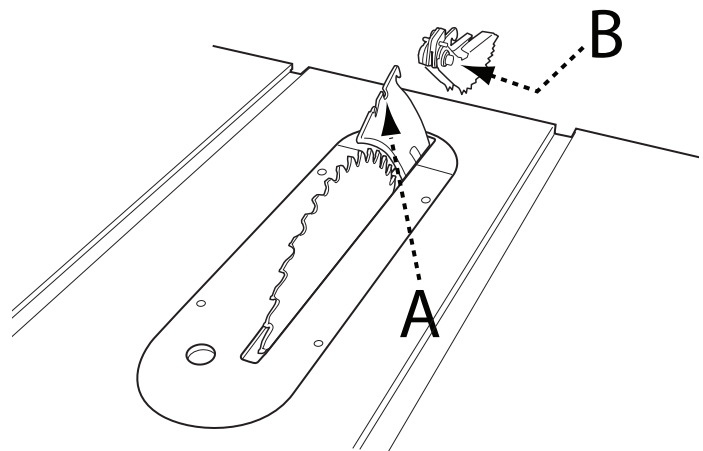

FIGURA 9
2. El separador viene instalado en la posición inferior para corte sin traspaso. Para sujetar los ensambles de trinquetes anti contragolpe y guarda para hoja, el separador debe estar en la posición elevada como se muestra en la Figura 9. Para elevar y bajar el separador, consulte la sección de ajustes de altura del separador en la página 81.
1. Consulte la Figura 9 y ubique la ranura de montaje de los trinquetes anti contragolpe (A) en medio del borde superior del separador.
2. Deslice la ranura situada en medio del ensamble de los trinquetes anti contragolpe por la parte superior del separador hasta que el vástago (B) encuentre la ranura central en el separador.
3. Empuje el vástago en el ensamble de trinquetes anti contragolpe (B) para dejar que el ensamble caiga dentro de la ranura. Empuje el ensamble de trinquetes anti contragolpe hacia abajo hasta escuchar un chasquido y que quede firme. Suelte el vástago. **NOTA:** Jale los trinquetes anti contragolpe hacia arriba para comprobar que estén correctamente sujetos.